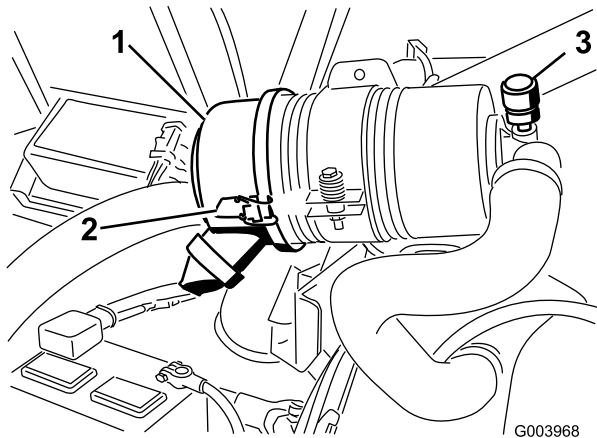

图50
仅在维护指示器（图50）要求时，维护空气滤清器滤芯。在必须更换之前更换空气滤清器，只会增加灰尘在滤清器拆下时进入发动机的几率。
1. 松开将空气滤清器盖固定到空气滤清器壳体上的门锁（图50）。